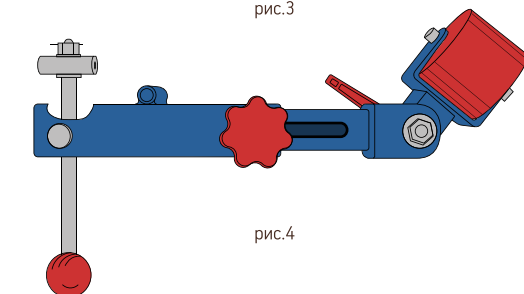

рис.4
③ С помощью прижимной ручки типа «барашек» соедините рабочий и плавающий рычаги (рис.4).